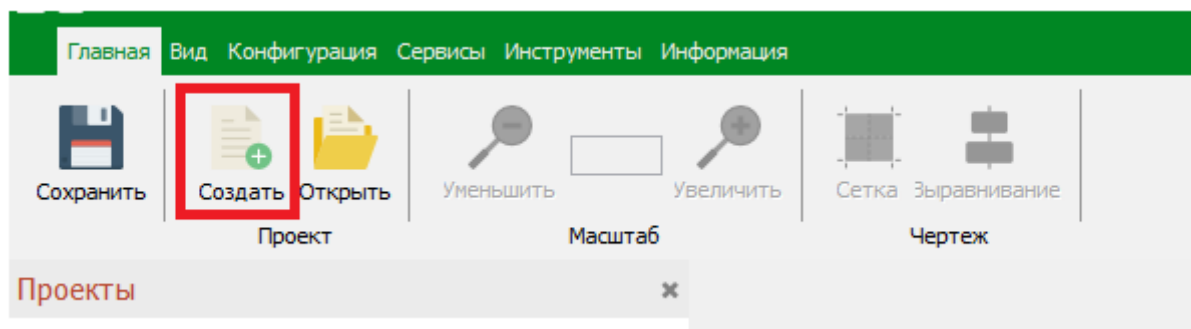

Рисунок 17 – Кнопка «Создать»
1. В панели инструментов в разделе «Проект» нажать кнопку «Создать» (Рисунок 17).